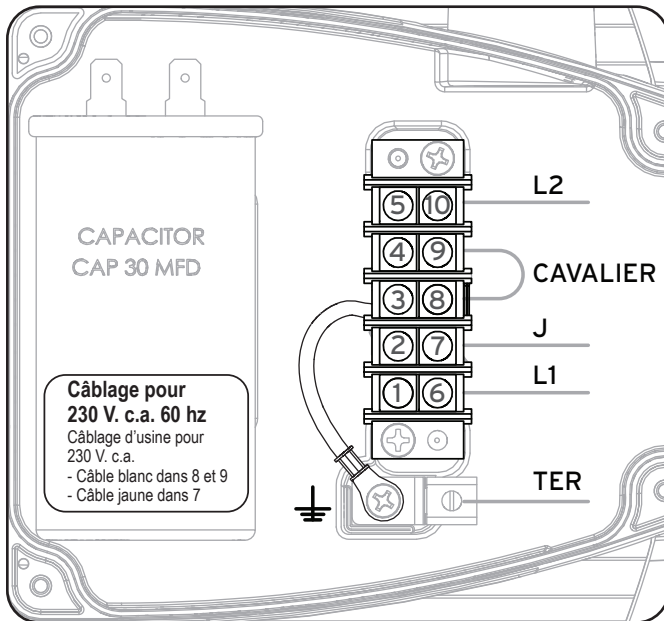

Figure 5. Câblage d'usine pour 230 V. c.a.
3. Câbler l'alimentation électrique selon Figure 5.
4. Fixer le conduit au port de connexion avec un coude de conduit de 1/2 po ou une connexion de conduit comparable. Voir Figure 5. Veiller à ne pas endommager ni abraser aucun câblage.